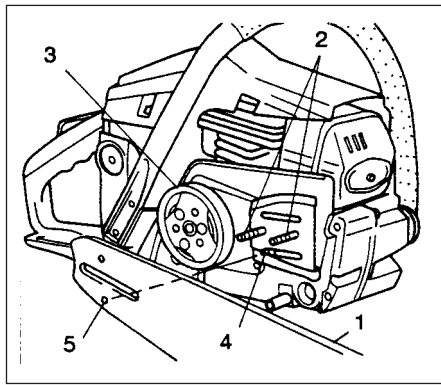

Fig.1-1
1. Fjern sidedekselet ved å skru ut de to sverdfestemutterne og monter sverdet (1) på de to boltene (2), skyv det deretter mot tennene (3) så langt det går. Vær sikker på at kjedestrømmetappen (4) går inn i hullet i kjedet (5). (Fig. 1-1)